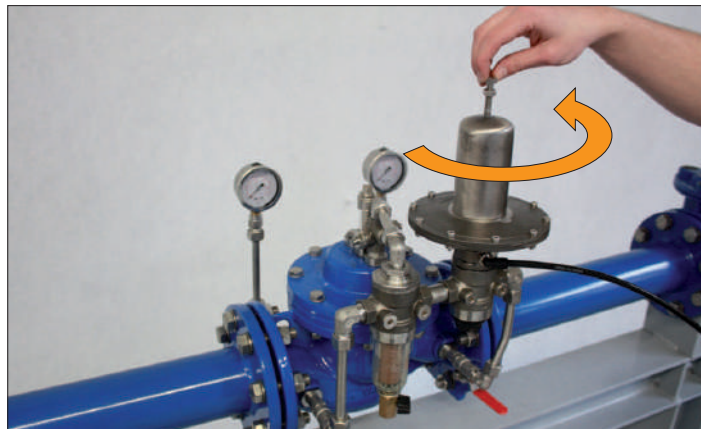

Рис. 30: Ослабление пружины
2. Полностью ослабить пружину внутри «пилота», открутив контргайку и повернув регулировочный винт против часовой стрелки (рис. 30) с помощью торцевого шестигранного ключа на 6 и рожкового ключа на 13.